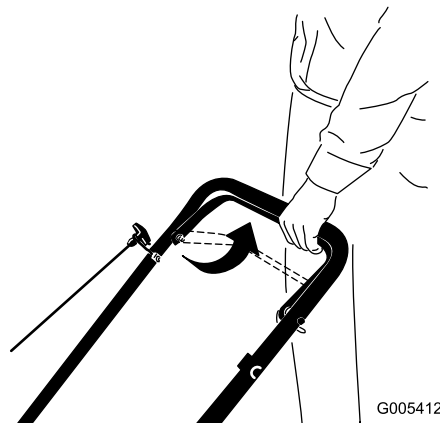
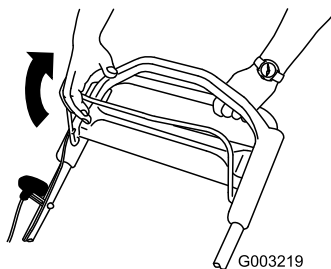

Figure 13
Figure 14
3. Maintenez la barre de commande de la lame contre le guidon (Figure 13) ou (Figure 14).